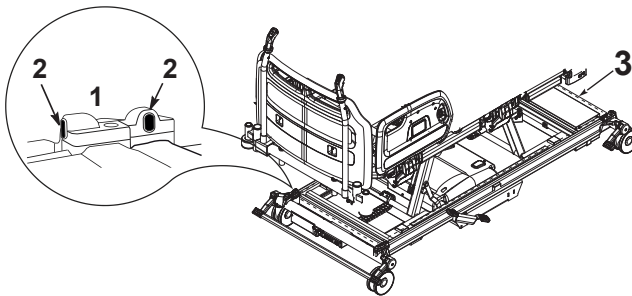

Figura 29: Sensores y haz antiatrapamiento
*Limpie periódicamente las lentes (consulte la Figura 29, elemento 2) de los sensores infrarrojos utilizando un paño seco y suave.*